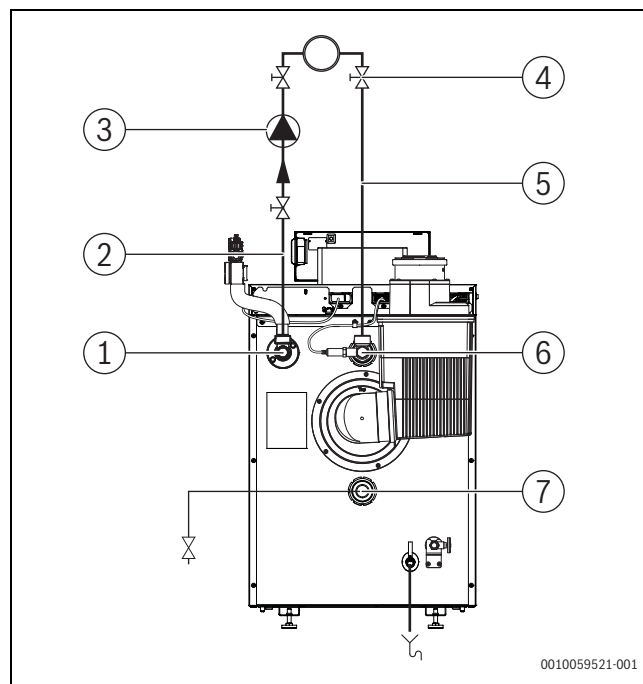

Bild 24 Anschlussschema Hydraulik (dargestellt KB195i.3-19/25 BZ)
- ▶ Ausdehnungsgefäß (Zubehör) am Rücklauf oder am Ausdehnungsgefäß-Anschlussset AAS anschließen (→ Bild 24, [7], Seite 19).